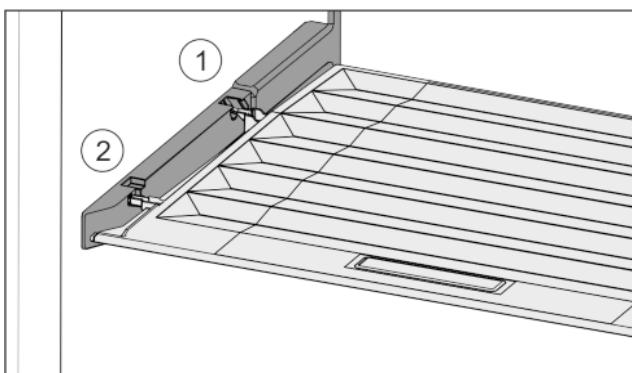

Fig. 36
- Výstupky veka zavedte cez otvor zadného držiaka Fig. 36 (1) a zaistite vpred v držiaku Fig. 36 (2).